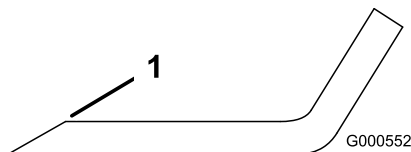

Figura 94
1. Au moyen d'une lime, aiguisez les tranchants aux deux extrémités de la lame (Figura 94).
Nota: Si la lame est déséquilibrée, limez un peu l'extrémité de l'ailette seulement (Figura 94).